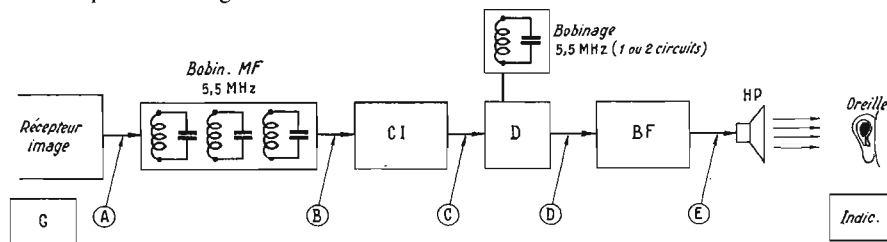

FIG. 5.
(C) Il y a un signal à 5,5 MHz au point A, sortie à 5,5 MHz du récepteur d'image, mais pas de son pour le haut-parleur (voir Fig. 5).
Une de ces sorties est connectée à l'entrée de l'amplificateur MF son par l'intermédiaire d'un bobinage à deux ou plusieurs circuits accordés, comme le montre la figure 5. Si aucun son n'est entendu par l'opérateur, il attribuera la panne à une des deux causes suivantes :
Un seul appareil de mesure est nécessaire en MF, le générateur HF mentionné plus haut, indiqué sur la figure 5.
Ce mode de vérification est moins usité que le premier, mais peut être intéressant dans certains cas. On laisse en permanence le générateur au point A (Fig. 5) et on place l'indicateur, successivement aux points B, C, D, E. L'indicateur doit être :
Si la partie comprise entre B et C (Fig. 5) ne fonctionne pas, le CI est défectueux ou il est empêché de fonctionner. La vérification consiste à trancher entre ces deux possibilités, car s'il y a empêchement de fonctionner du CI, il faut y remédier et non remplacer le CI ce qui d'ailleurs ne servira à rien, car le nouveau CI ne fonctionnera pas non plus.